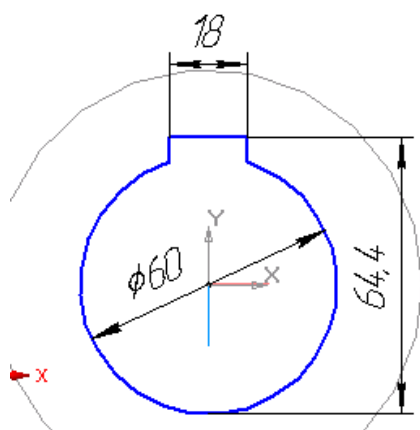

Рис. 8
36. Нажмите на кнопку **Новый эскиз**  и изобразите эскиз в соответствии со схемой (рис.8).